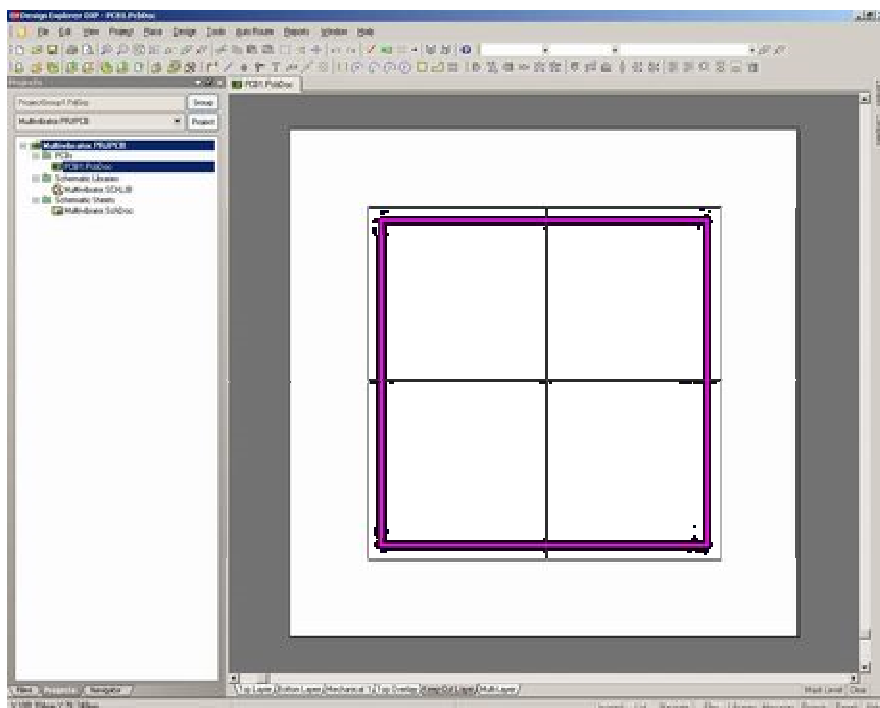

Рисунок 34 – Заготовка печатной платы аудиоусилителя.
12. Мастер PCB Wizard передаст все сделанные установки в редактор печатных плат, в котором откроется новый документ с именем PCB1.PcbDoc. Этот документ содержит белый лист чертежа платы и заготовку платы - черный прямоугольник с сеткой (рисунок 34). Чтобы скрыть белый лист и оставить в окне редактора только плату необходимо выключить опцию Design Sheet в диалоговом окне Board Options, вызываемом командой меню Design | Options.